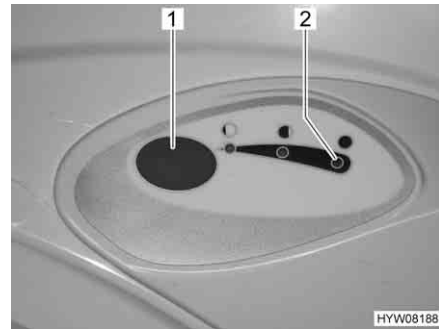

Fig. 184 Pulsante dello sciacquone/spia di controllo toilette Thetford
- Per sciacquare premere il pulsante blu (Fig. 184,1).
La spia di controllo (Fig. 184,2) si accende quando il serbatoio fecale deve essere svuotato.